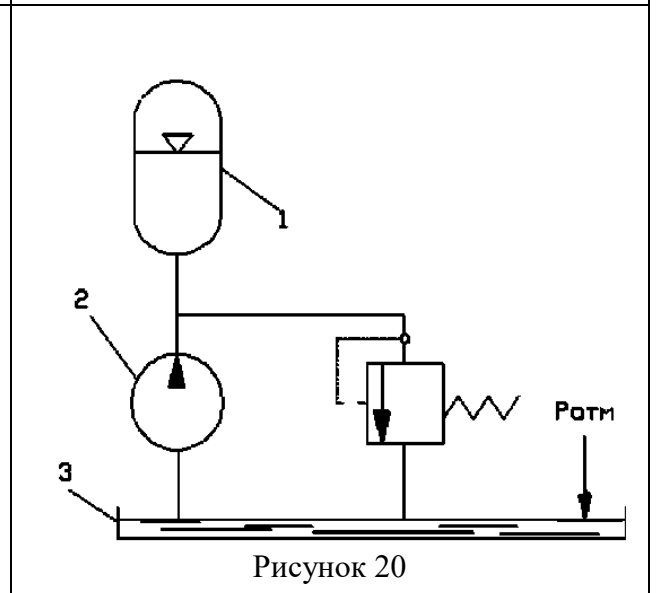

Рисунок 20
20. В процессе гидравлического испытания пневмогидроаккумулятора 1 (рис. 20) емкостью $V = 50$ дм³ из открытого бака 3 насосом 2 подан объем $V_1 = 50,5$ дм³ минерального масла с модулем упругости $E = 1600$ МПа. Пренебрегая деформацией металла гидроаккумулятора и утечкой масла в гидросистеме, определить, до какой величины повысилось избыточное давление масла в гидроаккумуляторе в результате гидравлического испытания.